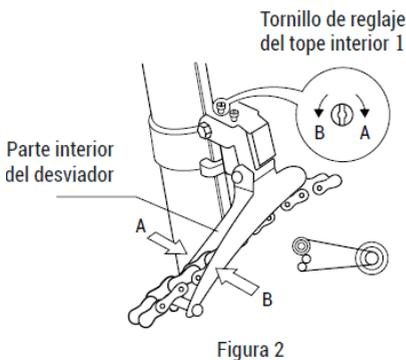

Figura 2
- Ajuste el tornillo 1 de la figura 2 hasta que la cadena se acerque al máximo a la parte interna del interior del desviador, sin llegar a rozar al girar las bielas.
- ⚠ Si al cambiar al piñón más pequeño la cadena cae fuera del plato, regule el tornillo de la figura 2, girando el tornillo 1/4 de vuelta en el sentido de las agujas del reloj.